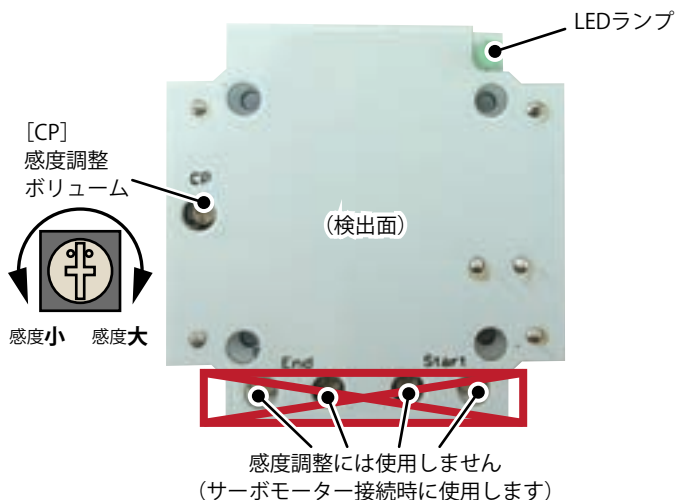

図4 感度調整ボリューム
- ・ ケース上部を外した状態で電源を接続し、安定のため1分程度待ってから、基板内の図4に示す場所にある感度調整ボリューム[CP] (基板に空いている穴の下にある、+状の溝のついた部品)を回転させてください。